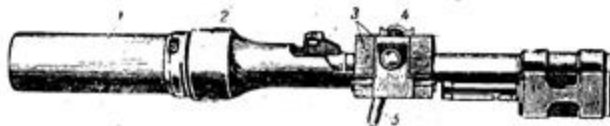

Рис. 14. Мортирка для стрельбы ружейными гранатами:
Ружейный гранатомёт состоит из мортирки (рис. 14), закрепляемой на дульной части ствола немецкой винтовки «Маузер обр. 98» или карабина «обр. 98К» вместо
Мортирка (рис. 14) состоит из ствола 1 с восемью нарезами в канале, втулки 2 с вырезом, в который входит основание мушки винтовки или карабина, и зажимного приспособления, состоящего из основания и двух откидных наметок 3. На левой наметке имеется винтовой зажим 4 с рукояткой 5.
3. Закрепить mortarку на дульной части ствола винтовки (карабина), для чего отвинтить винтовой зажим 4 (см. рис. 14), откинуть наметки 3, надеть на дульную часть ствола mortarку так, чтобы основание мушки вошло в вырез, и прочно закрепить mortarку наметками и винтовым зажимом.